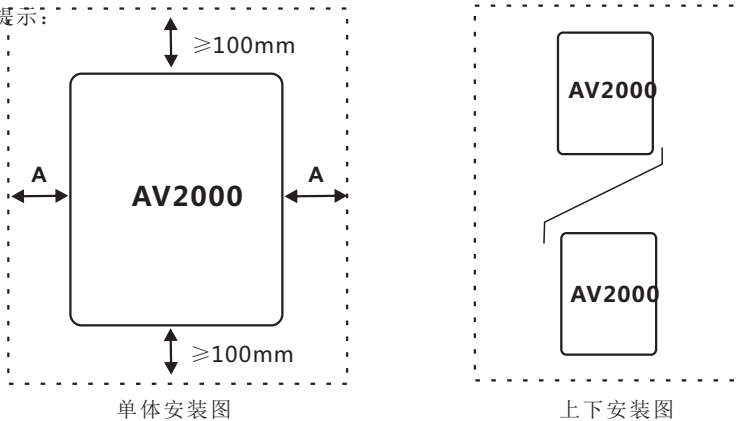

图3-1
- 1) 请垂直安装变频器，便于热量向上散发。但不能倒置。若柜内有较多变频器时，最好是并排安装。在需要上下安装场合，请参考图3-1的示意，安装隔热导流板。
- 2) 安装空间遵照图3-1所示，保证变频器的散热空间。但布置时请考虑柜内其它器件的散热情况。